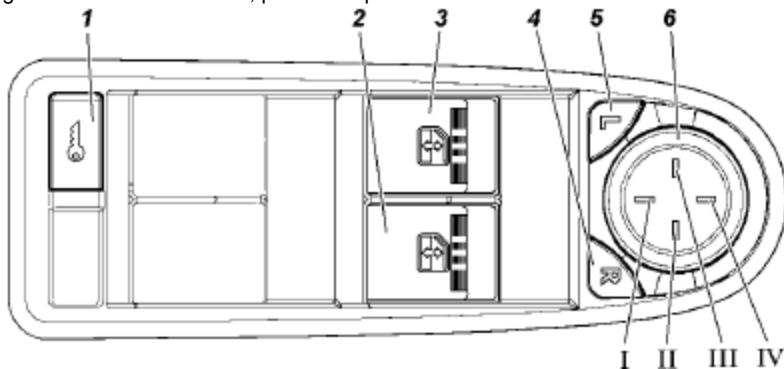

Fig. 3.14. Módulo de interruptores de la puerta del conductor con control multiplex:
El sistema puede ser transferido al modo de desbloqueo rápido de la puerta del conductor cuando al pulsar el 2 botón del CR o girar la llave en la cerradura de la puerta del conductor se produce solo el desbloqueo de la puerta del conductor, y al pulsar repetidamente el botón 2 del CR o el botón 1 del MPC (fig. 3.14) se produce el desbloqueo de las puertas laterales y de la puerta trasera.
- presionar el botón 1 (fig. 3.14) del MPC. Con cada clic se bloquean o desbloquean las cerraduras.
El control de la posición del cristal se realiza mediante los interruptores situados en los reposabrazos de las puertas respectivas del vehículo. En los apoyabrazos de la puerta del conductor con ayuda de los interruptores 2, 3 (fig. 3.14) se controla el movimiento de la posición de los cristales de las puertas laterales.
El control del motor eléctrico de los espejos exteriores de la izquierda y derecha se realiza con el único interruptor 6 (fig. 3.14) que se encuentra en el MPC. La selección del ajuste según los comandos desde el interruptor del espejo se realiza con uno de los interruptores 6 o 7 del MPC – botones de selección del espejo. No es posible el ajuste simultáneo de la posición de los espejos izquierdo y derecho.